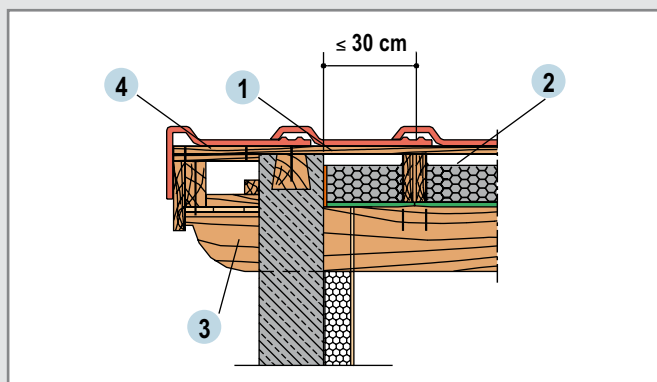

Fig. 15 : Débord en pignon supporté avec panne dépassante (panneau de butée de largeur  $\leq 30$  cm)
#### • Panneau de butée, largeur $\leq 30$ cm (fig. 15)
• **Avec panne traversante :** le principe consiste à réaliser un caisson supporté par les pannes (fig. 15)